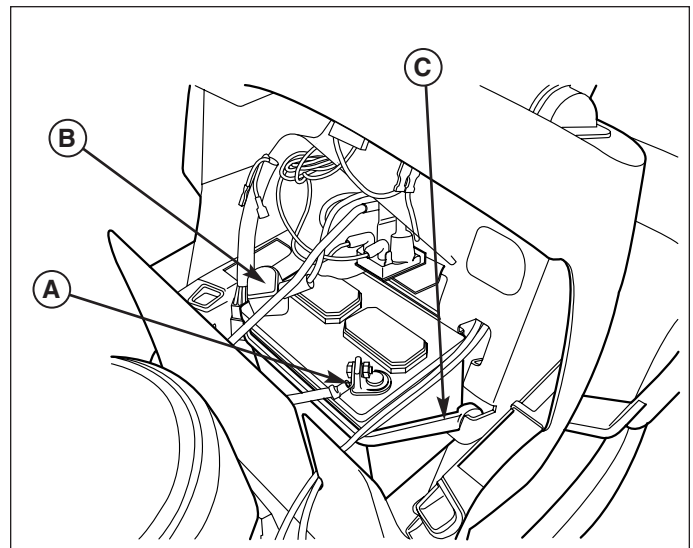

Figure 16. Batterie
1. Débrancher les câbles de la batterie, le négatif en premier (A, Figure 16).
2. Retirer la bride de maintien de la batterie (C) et la batterie.
5. Remettre la batterie dans son compartiment et l'assujettir avec la bride (C).
6. Rebrancher les câbles de la batterie, positif en premier (B).